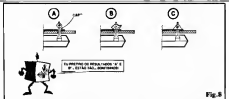

Fig. 8
O circuito enviado pelo Mauro está na fig. 8, e é simples e funcional, podendo tranquillamente ser experimentado pelos "colégios de Turma"... Como o Mauro (e a maioria dos demais Leitores/"Alunos") nos parece do tipo "super-entendedor", tomamos a liberdade de propor alguns pequenos aperfeiçoamentos na sua solução básica, cujas modificações (simples) são vistas
- FIG. 8 - ANÁLISE E "DIAGNÓSTICO" DOS PONTOS DE SOLDA - O "ponto final" na sequência de providências e cuidados para boas soldagens (tanto com Integrados, quanto com qualquer outro componente...) é uma simples e consistente análise "visual" de cada junção efetuada. Tudo pode ser resumido em dois "mandamentos" básicos: